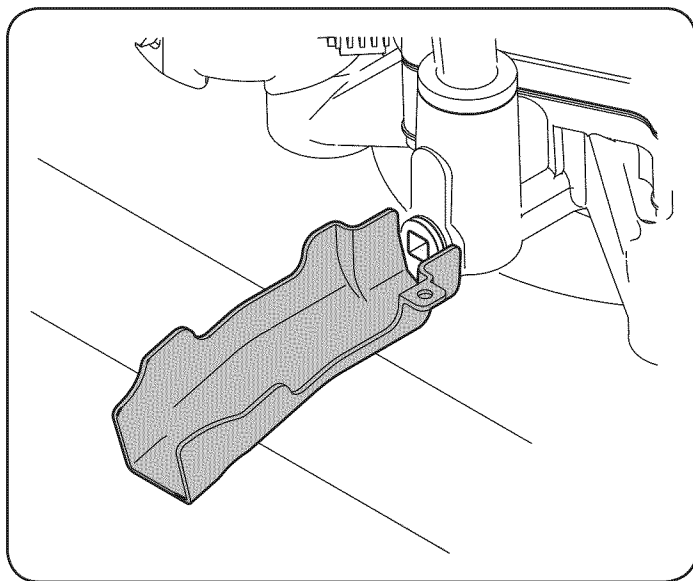

Figure 38
2. Abra la cubierta del tractor y localice el orificio de drenaje de aceite en el lado derecho del motor. Vea la Figure 38.
4. Retire el tapa de aceite desde el tubo de llenado de aceite. Vea la Figure 38.
6. Sujete la manga de drenaje de aceite (embalada con este manual) el orificio de drenaje de aceite como se muestra en la Figure 38. Coloque el extremo opuesto de la manga en un recipiente de recolección de aceite apropiado con una capacidad tan grande para recoger el aceite usado.